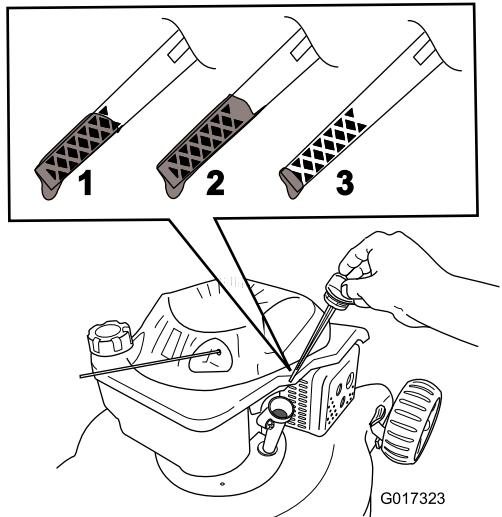

Figura 21
**Nota:** Llene el cárter con aceite hasta que la varilla indique que el nivel del aceite del motor es correcto, según se muestra en Figura 21. Si usted llena demasiado el motor, vacíe el exceso de aceite según se indica en 5.